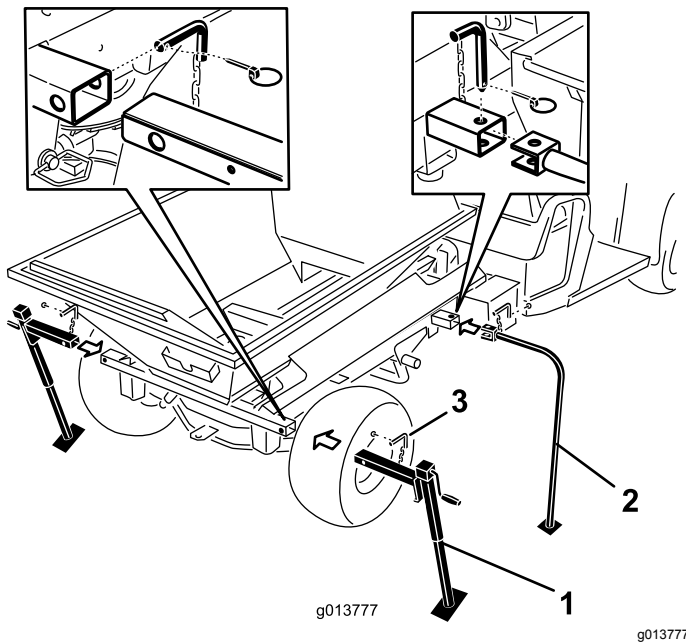

Bild 49
7. Setzen Sie vorderen Abstellstützen und die hinteren Achsständer in die Maschinenrohre und befestigen sie mit Arretierbolzen (Bild 49).